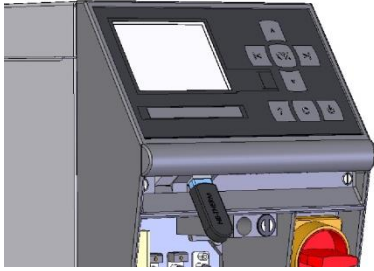

Bild 56: Anslut USB-dataminne
2. Anslut USB-dataminne (Bild 56).